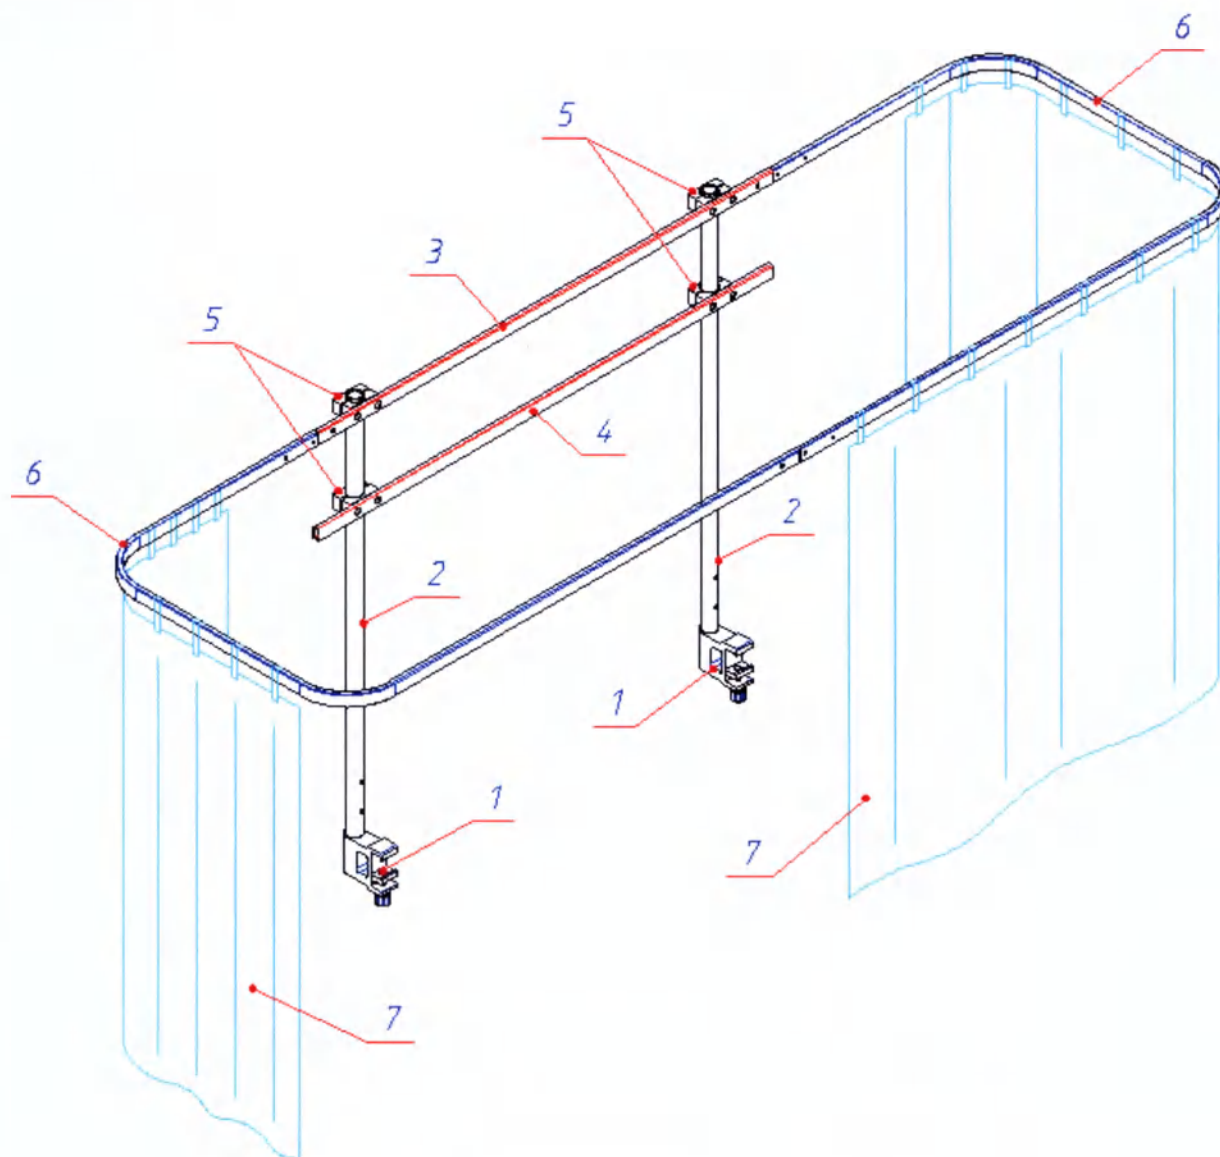

Рисунок 1 – Общий вид шторы
1.6.1 Штора в рабочем положении состоит из следующих основных частей (см. рисунок 1):
Рис. 1а – Общий вид шторы.